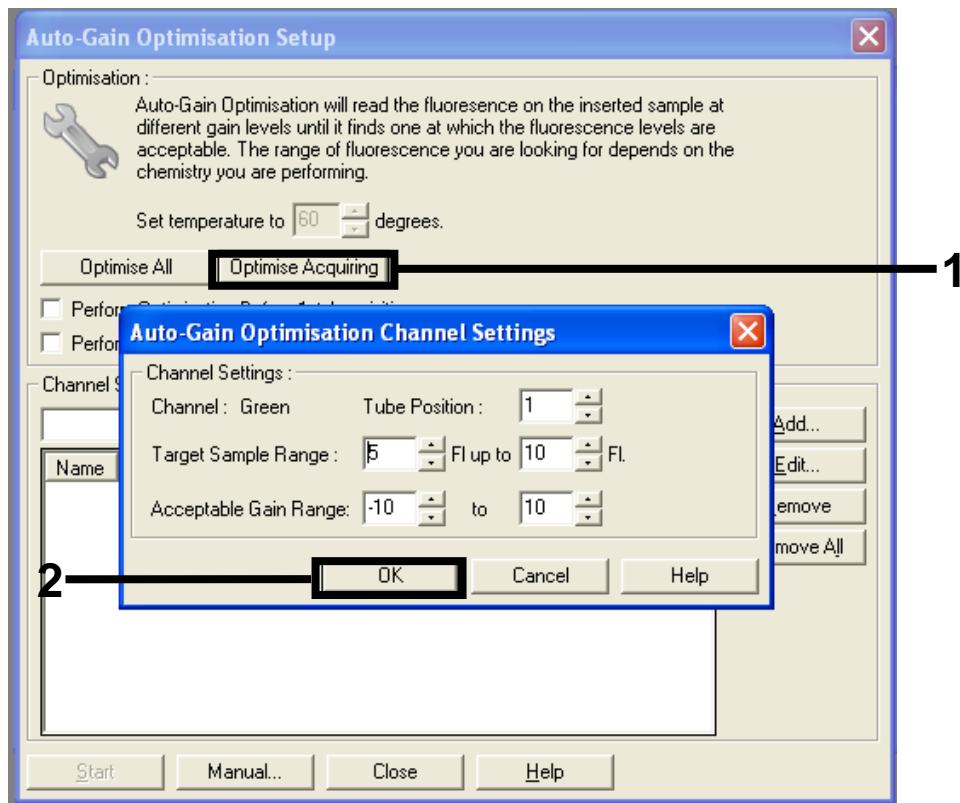

Abbildung 11. Automatische Verstärkungsoptimierung für den grünen Kanal
14. Klicken Sie auf die Schaltfläche „Optimise Acquiring“ (Erfassung optimieren). Es werden dann für jeden Kanal die Kanaleinstellungen angezeigt. Bestätigen Sie diese Standardwerte, indem Sie für beide Kanäle auf „OK“ klicken (siehe Abbildung 11).